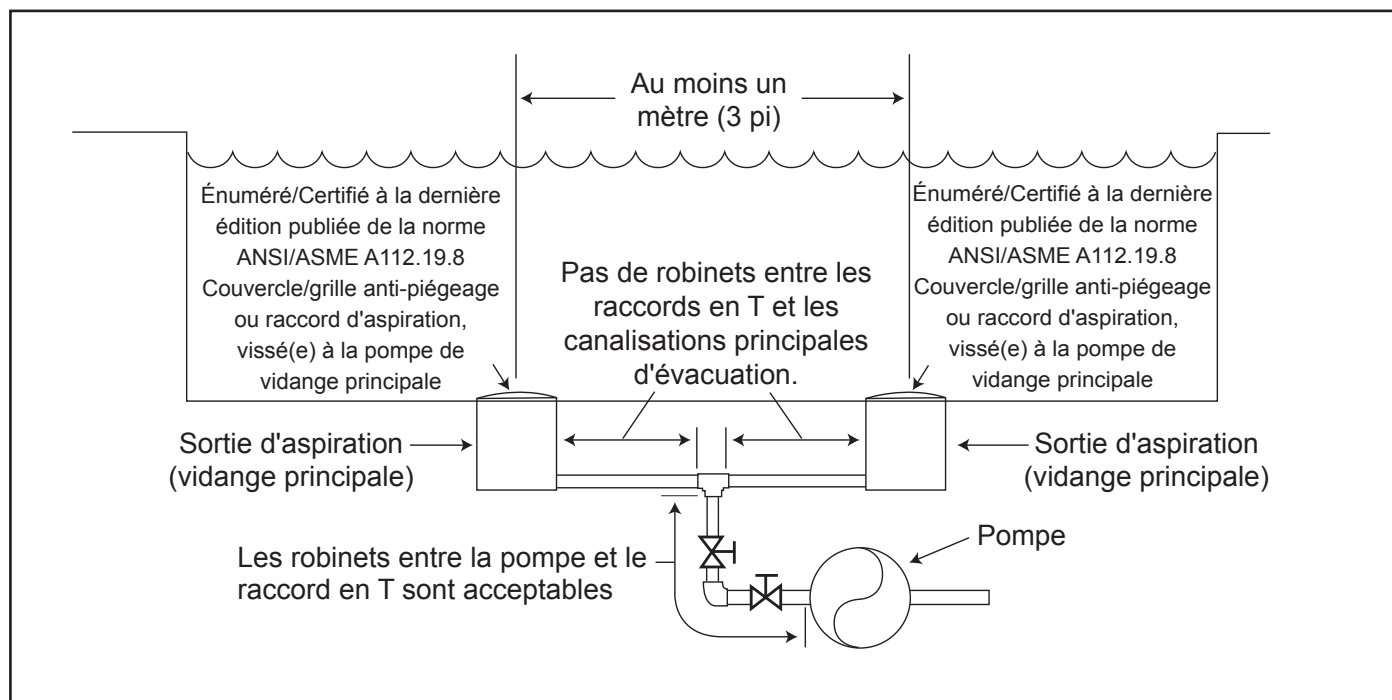

Figure 1. Nombre de sorties d'aspiration par pompe
**Nombre de sorties d'aspiration par pompe** – Fournir au moins deux (2) canalisations d'évacuation hydrauliquement équilibrées, avec couvercles, en guise de sorties d'aspiration pour chaque conduite d'aspiration de pompe de circulation. Les centres des canalisations d'évacuation principales (sorties d'aspiration) sur toute conduite d'aspiration doivent être à au moins un (1) mètre (3 pi) l'une de l'autre, de centre en centre. Voir la Figure 1 à la Page 35.
Le système **doit** être conçu pour comprendre au moins deux sorties d'aspiration (canalisations d'évacuation) connectées à la pompe chaque fois que la pompe fonctionne. Cependant, si deux (2) canalisations principales d'évacuation aboutissent à une seule conduite d'aspiration, cette dernière peut être équipée d'un robinet qui coupera les deux canalisations principales d'évacuation de la pompe. Le système doit être conçu de manière à ne pas permettre une fermeture ou un isolement, distinct ou indépendant de chaque canalisation d'évacuation. Voir la Figure 1 à la Page 35.